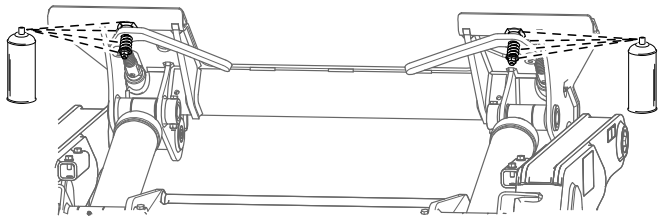

Figure 45
7. Graissez les tringleries d'attache rapide avec un lubrifiant en aérosol (Figure 45).